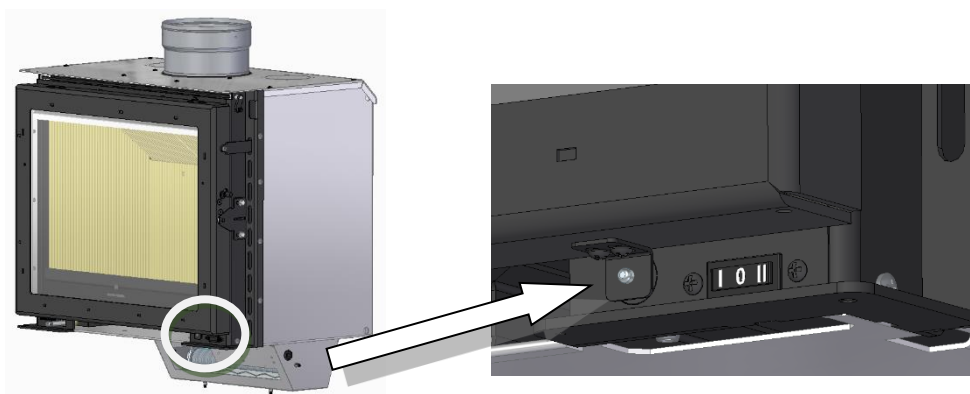

Figura 55 – Ajuste da patilha da porta, acionamento micro-switch
- d. Depois de colocar os componentes no equipamento, deverá ajustar a patilha que está por baixo da porta, de modo que a porta depois de fechada a patilha acione o micro-switch, ver Figura 55.